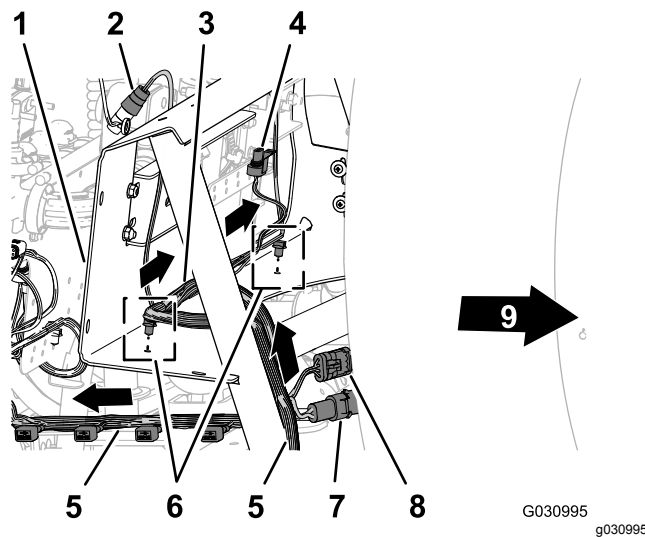

Figure 125
- Acheminez la branche de 203 cm du faisceau à l'intérieur du renfort du support de vanne et vers l'arrière dans la direction du support des 10 vannes, comme montré à la Figure 125.
- Acheminez la branche de 81 cm du faisceau pour le débitmètre et la vanne d'agitation en travers de l'avant du support de collecteur (Figure 125).
3. Insérez les clips sapin de la branche de 81 cm dans les trous sur la bride inférieure du support de collecteur (Figure 125).